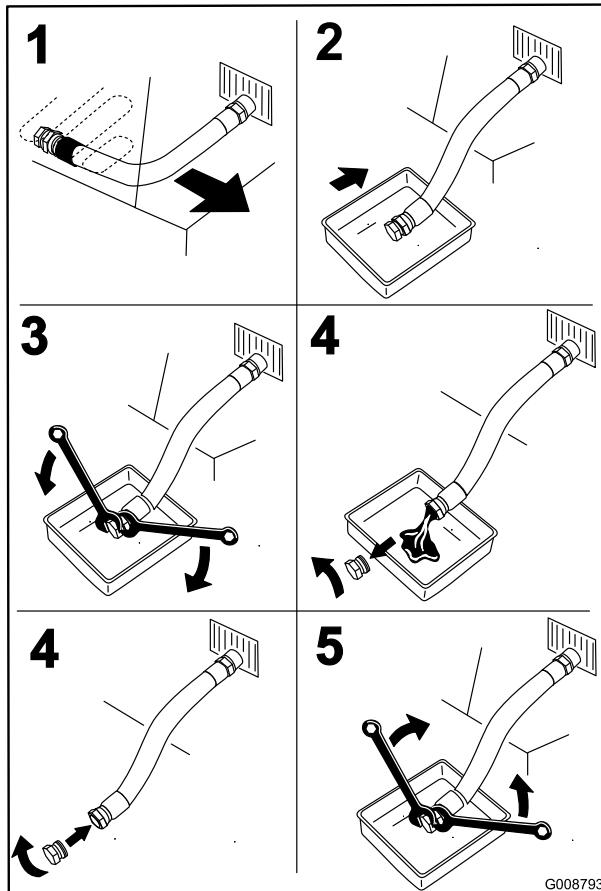

Figure 46
3. Avant de quitter la position de conduite, coupez le moteur, enlevez la clé de contact et attendez l'arrêt complet de toutes les pièces mobiles (Figure 46).